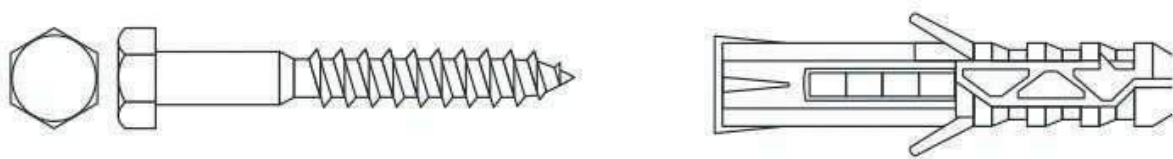

Рисунок 7.4.1 - Шуруп с шестигранной головкой «Глухарь» с дюбелем
3. Сверление производить сверлом диаметром 16 мм. В отверстия установить распорные дюбели диаметром 16 мм и длиной 80 - 120 мм (рис. 7.4.1).